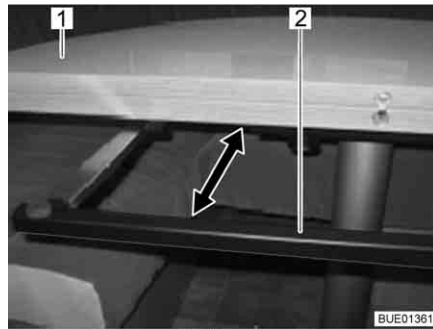

Bild 96 Stöbygel
- Dra ut stöbygeln (Bild 96,2) under bordsskivan (Bild 96,1) till stoppläget.